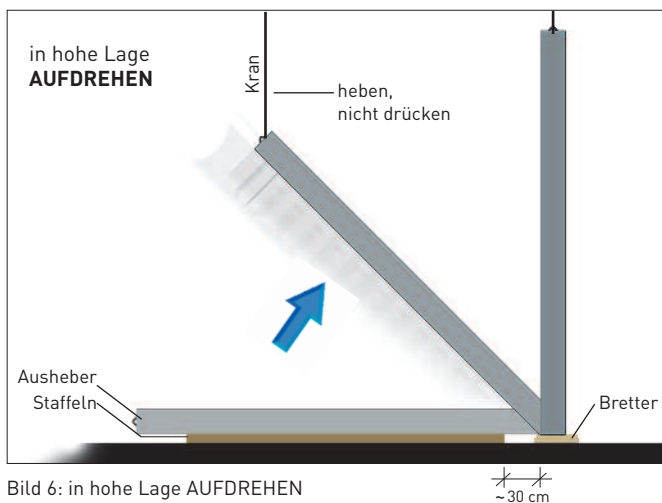

Bild 6: in hohe Lage AUFDREHEN
- gegen Abbrechen der Kanten Brett einlegen. (Bild 6)